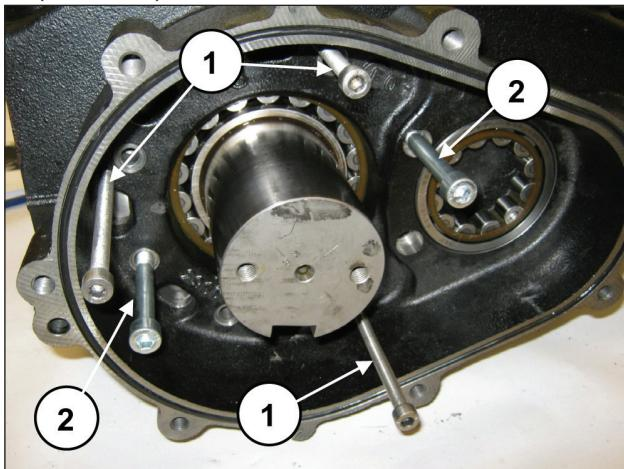

图 23
通过拔取器将3个螺柱或M8螺栓 (①, 图 23) 定位在专用孔中 · 通过盖子支撑将足够长的两个M10螺栓定位到减速箱中 (② · 图 23)。